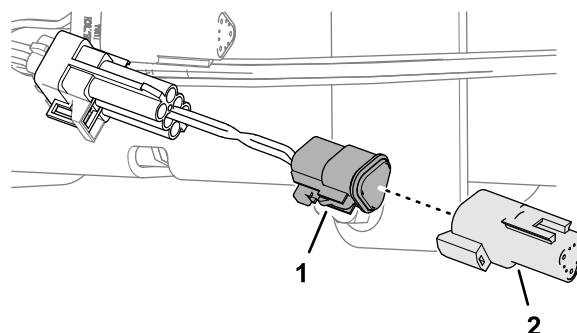

Figura 178
3. Enchufe la resistencia que retiró en Retirada de la resistencia de terminación \(página 80\) el conector hembra de 3 vías del arnés adaptador (Figura 178).